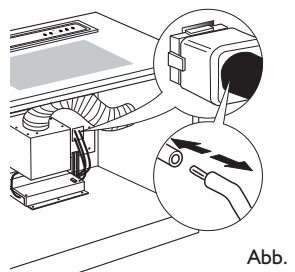

Abb. 3
- Beim 9-polige Stecker prüfen, ob alle Pins richtig eingesetzt sind (beim Anschluss könnte ein zu starker Druck die Kontakte verbiegen). (Abbildung 3)